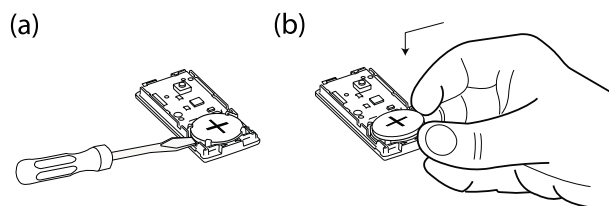

Figura 9: Inserção e remoção da bateria
1. Remova a tampa. Ver Figura 9.
2. Force uma chave de fenda por baixo da bateria. Ver Figura 9 (a).
1. Insira a bateria em um ângulo com o (+) virado para cima. Ver Figura 9 (b).